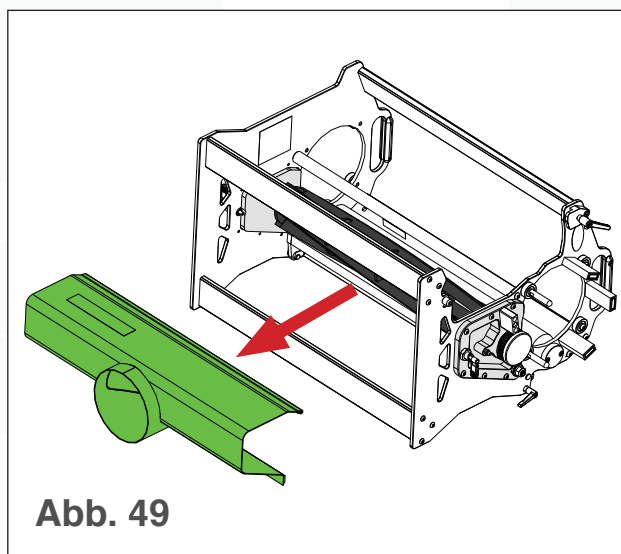

Abb. 49
4. Drücken Sie die Abdeckung von oben nach unten und ziehen Sie sie dann vom T4 ab (siehe Abb. 49).